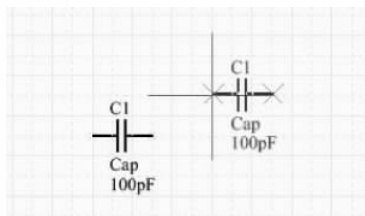
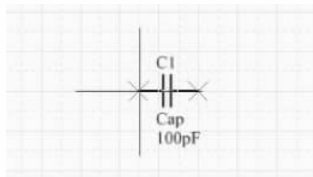

图 3-18 执行复制与粘贴命令的显示效果
图 3-19 执行剪切与粘贴命令的显示效果
(2) 选择粘贴命令。光标将带着对象出现在原理图中,如图 3-18 所示。在需要放置的位置单击,完成对象的复制操作。
(2) 选择粘贴命令,光标将带着对象出现在原理图中,如图 3-19 所示。在需要放置的位置单击,完成对象的剪切操作。
此时光标变成十字形状,同时带着复制/剪切对象显示在工作界面上,如图 3-18 和图 3-19 所示。